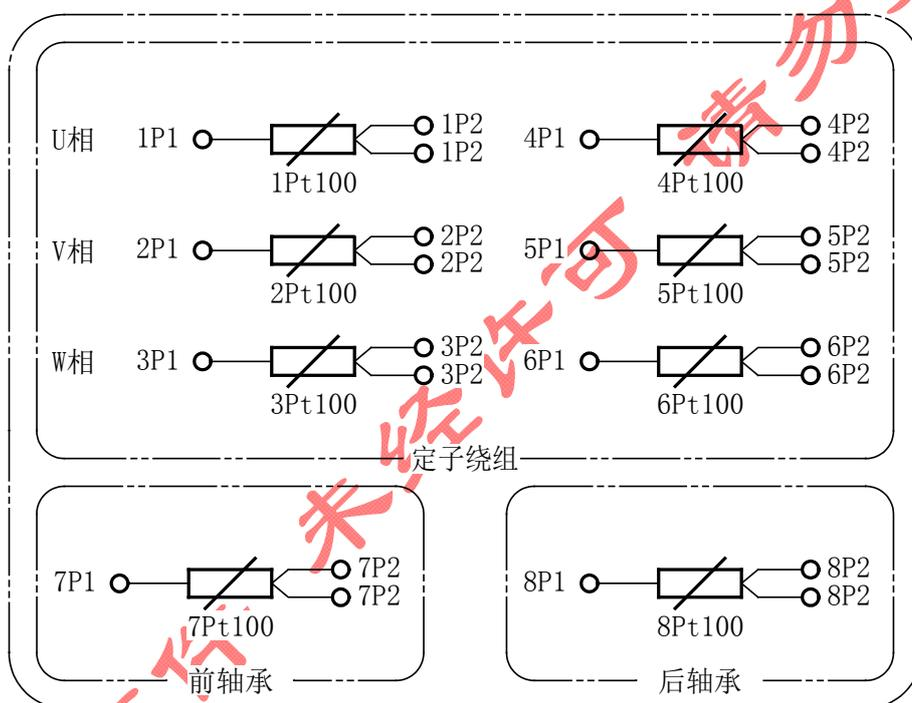

图 4-5 测温元件引线接线说明图
4.3.3 测温元件引出线标记为 P，P 之前数字相同的为同一元件，具体接线图见图 4-5 所示，用户选择合适的二次仪表与之连接即可实现温度监控和报警。